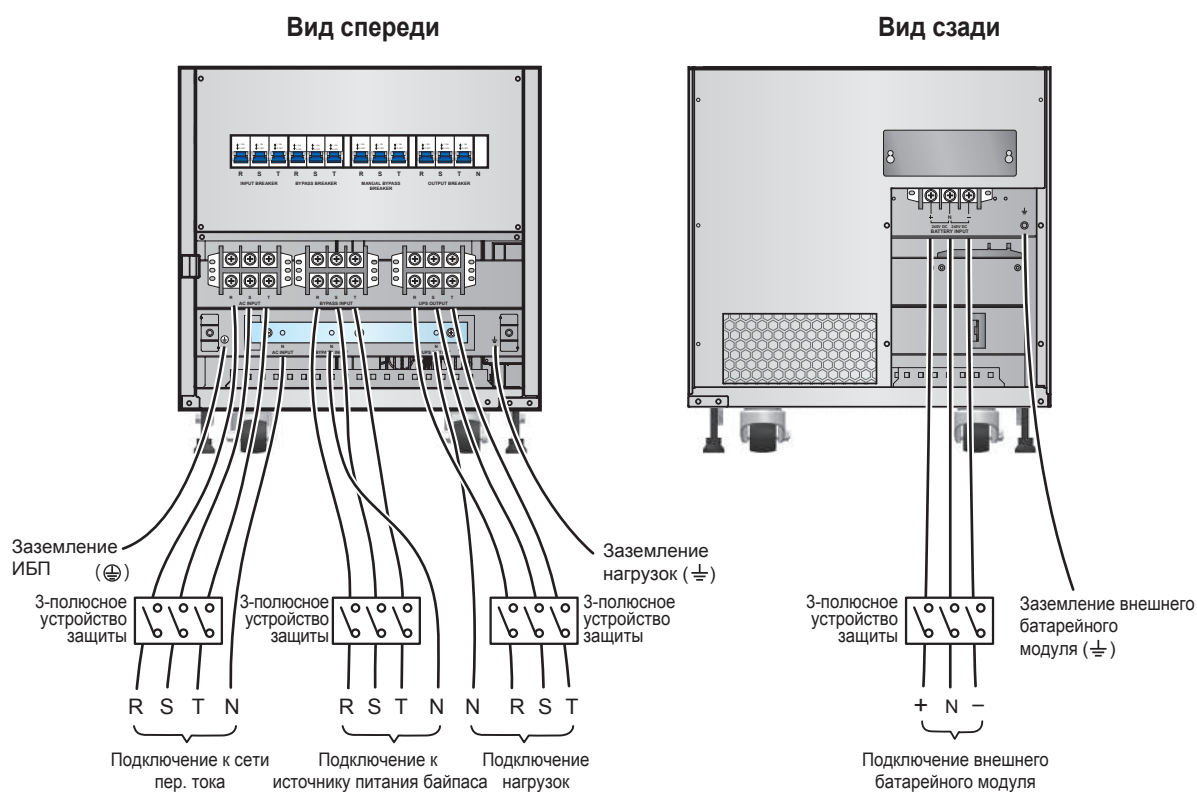

Рис. 6-12. Схема подключения одиночного ИБП 60 кВА в конфигурации с двумя входами
- 5 Подключите кабели электросети, выхода и внешнего батарейного модуля к блоку зажимов (см. **Рис. 6-12~6-14**).
1. На **Рис. 6-12~6-14** показано подключение к электросети типа TN. Между ИБП и электросетью переменного тока установлено трехполюсное устройство защиты. При подключении к электросети типа TT установите четырехполюсное устройство защиты.
- 5 Подключите кабели входов электросети и байпаса, а также кабели нагрузки и внешнего батарейного модуля к блоку зажимов (см. **Рис. 6-12~6-14/6-16**).